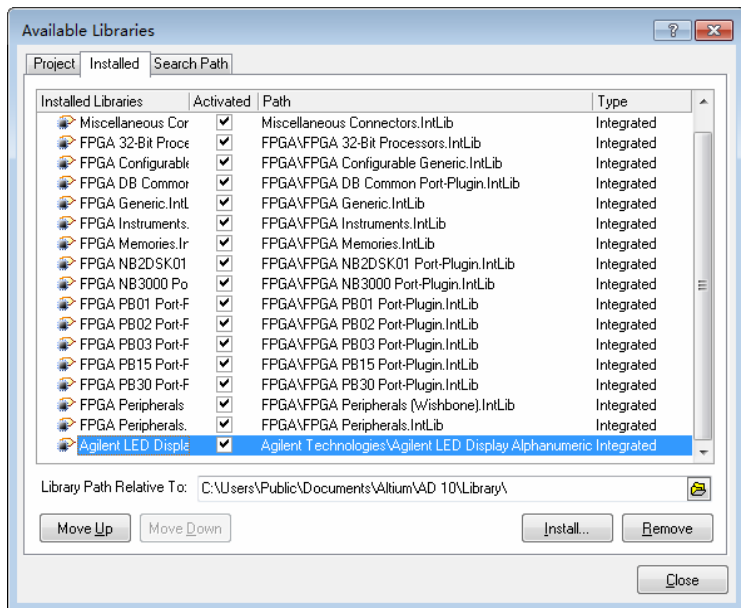

图 4-10 加载了库文件的 Installed 选项卡
3) 双击 Agilent Technologies 目录下的 Agilent LED Display Alphanumeric.IntLib 库文件，返回图 4-10 所示的 Installed 选项卡，可以看到该集成库已经显示在库列表最下方。